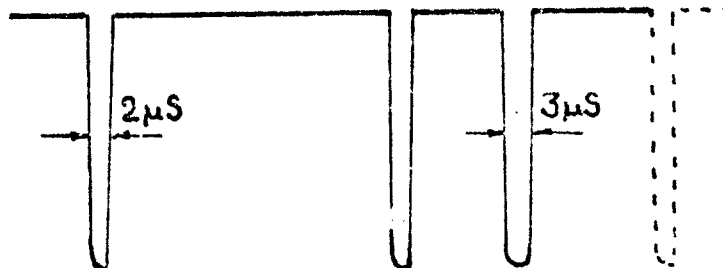

Bild 39
- 36.18. Anslut oscilloskopet till pulseffektmeterns uttag MÅ och se till att pulsformen är god. Se bild 39.